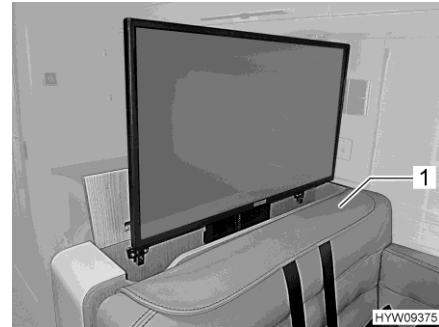

Bild 102 Platt bildskärm (utkörd)
- Lägg in medföljande skydd (Bild 102,1) i nackstödet schakt.